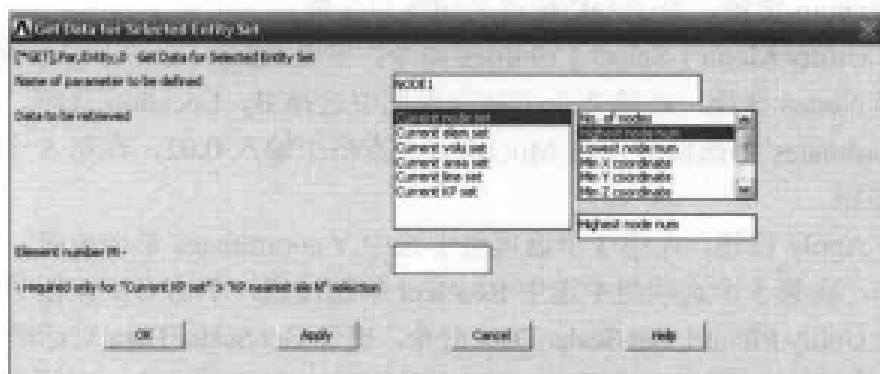

图 12-19 获取当前参量信息对话框
(10) 单击 OK 按钮, 出现 Get Data for Selected Entity Set 对话框, 参照图 12-19 对其进行设置, 单击 OK 按钮关闭该对话框。